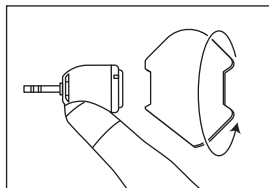

Fig. 8
- 2) Coloque a chave na tampa da cabeça, gire em sentido anti-horário e retire a tampa (Fig. 8).